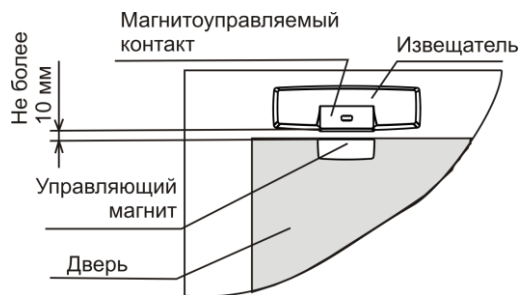

Рисунок 3
8.1.2 Вариант размещения извещателя на двери (рисунок 3).